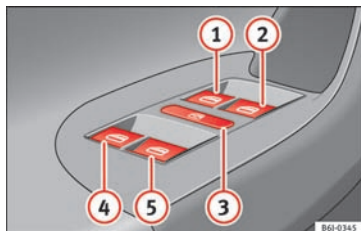

Fig. 133 Udsnit af førerdøren: betjeningssele-menter til ruder foran og bagsi (5-dørs-model-ler med elruder foran og bagsi)
Kontakterne »» **Fig. 133** ①, ②, ④ og ⑤ har hver to trin til åbning og to til lukning af ru-derne. Derved bliver det lettere at styre åb-ningen og lukningen.